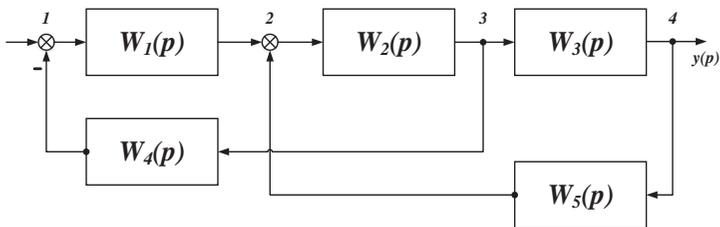

Рисунок 6
1. Дана многоконтурная система, структурная схема которой представлена на рис.6. Требуется найти передаточную функцию системы.